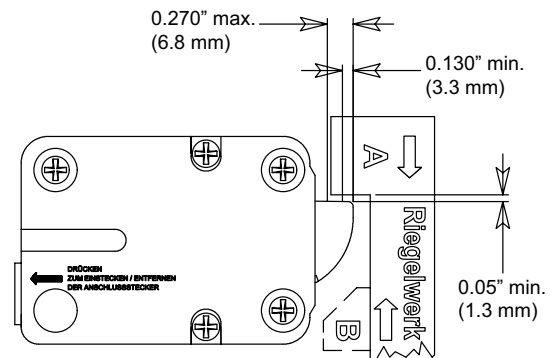

Abbildung 5
- Das blockierende Bauteil A (siehe Abbildung 5) des Riegelwerkes muss beim Öffnen einen gleichmäßigen Druck auf die gesamte Breite des Schlossriegels ausüben.
HINWEIS: Falls sich beim Riegelwerk die beiden blockierenden Bauteile entgegengesetzt bewegen, so sollte das Bauteil B (siehe Abbildung 5), das sich auf der runden Seite des Schlossriegels befindet, abgeschnitten werden, damit der Schlossriegel nicht blockiert wird.